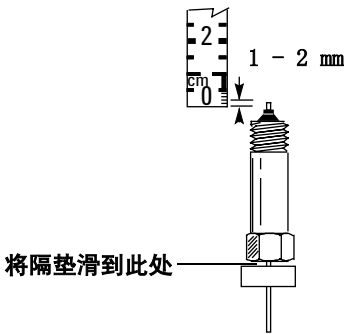

图 21 标记色谱柱
- 5 使色谱柱穿过螺帽伸出 1 – 2 mm（如图 21）。将隔垫向上滑到柱螺帽，以标记长度。